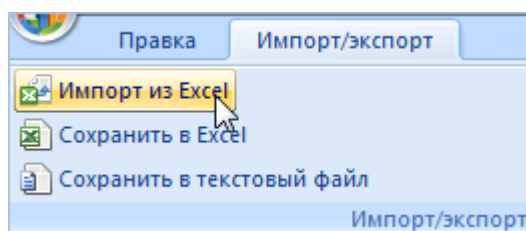

Рис. 20-62 – Импорт экземпляров из файла Excel
2) Выбрать в рабочем окне «Экземпляры» папку, в которую будут добавлены данные из файла, и нажать кнопку «Импорт из Excel» панели «Импорт/экспорт» (рис. 20-62).